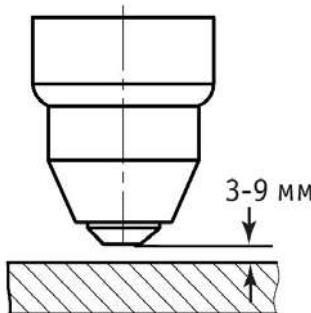

Рис. 9.5. Выбор расстояния от сопла плазмотрона до разрезаемого изделия.
- Расстояние до разрезаемого изделия (См. рис. 9.5).